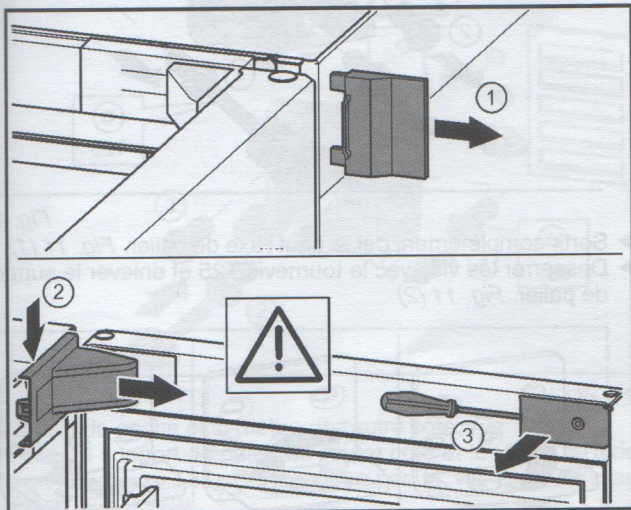

Fig. 7
- Retirer le cache extérieur. Fig. 7 (1)
- Détacher et libérer le cache du support de palier. Retirer le cache du support de palier. Fig. 7 (2)
- Dégager le cache avec le tournevis et l'incliner sur le côté. Fig. 7 (3)